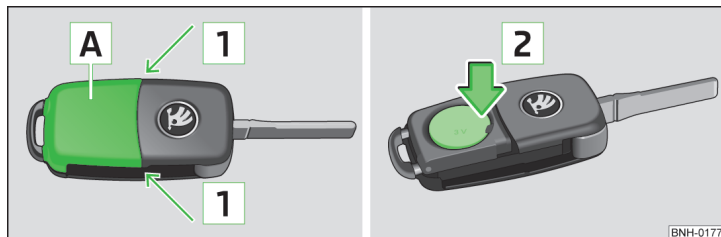

Abb. 148 Abdeckung abbauen / Batterie herausnehmen
- Die Batterieabdeckung [A] » Abb. 148 mit dem Daumen oder mit einem flachen Schraubendreher im Bereich der Pfeile [1] abdrücken.